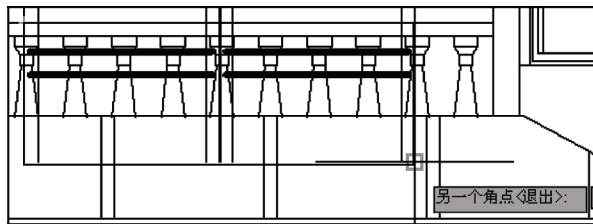

图 13-186 指定另一个角点
- 12) 指定矩形的另一个角点，如图 13-186 所示。